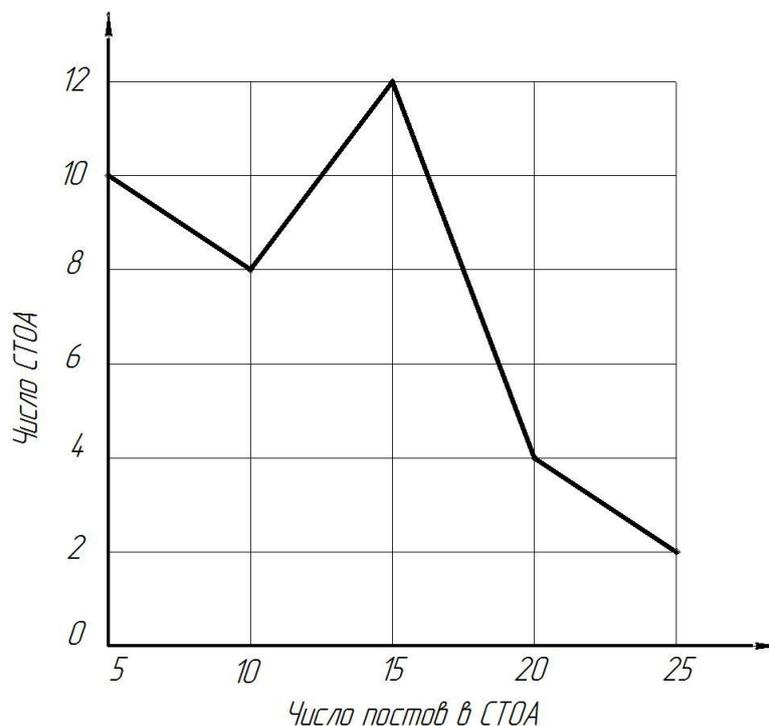

Рис. 1. Полигон распределения станций технического обслуживания автомобилей по числу постов в них.
По данным таблицам строим полигон распределения (рис. 1).
Анализ таблицы и рис. 1 показывает, что наиболее характерными являются СТОА, в которых число постов находится в пределе от 5 до 15. Причем максимальное количество СТОА (12) имеют число постов, равное 15.